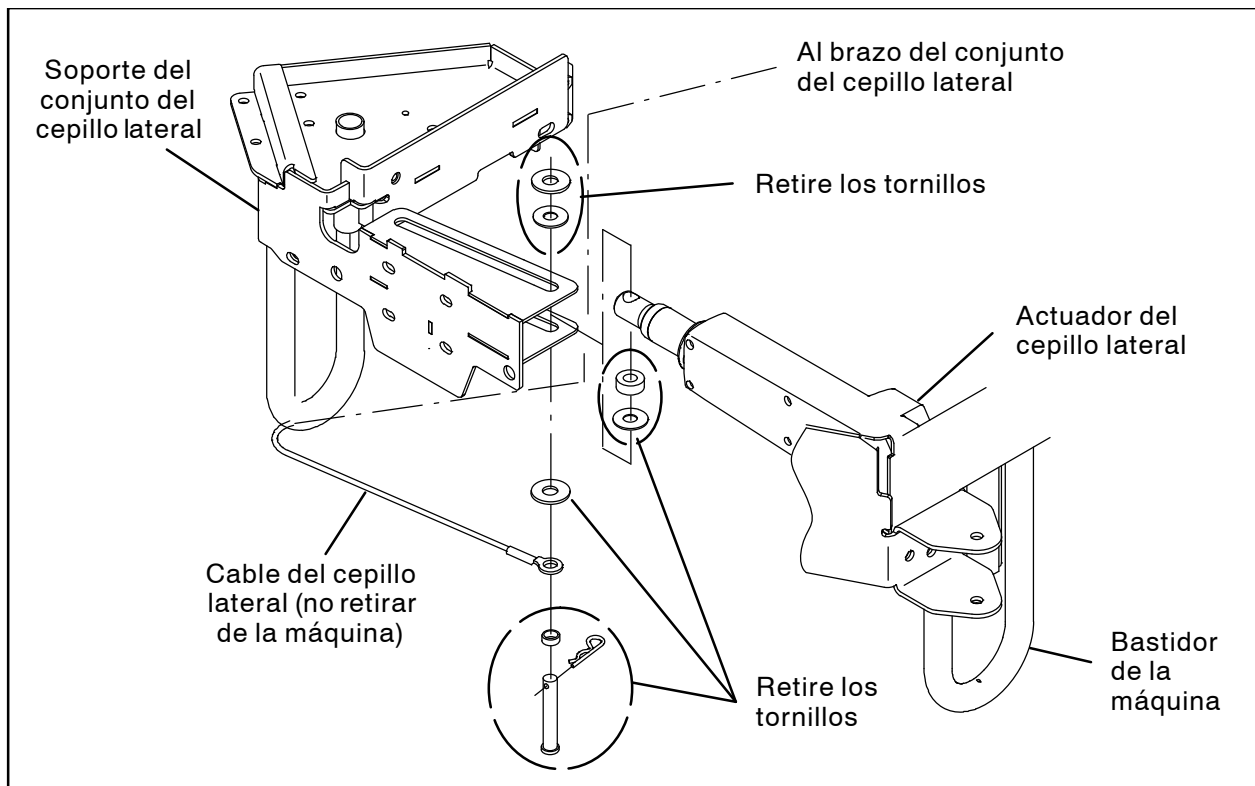
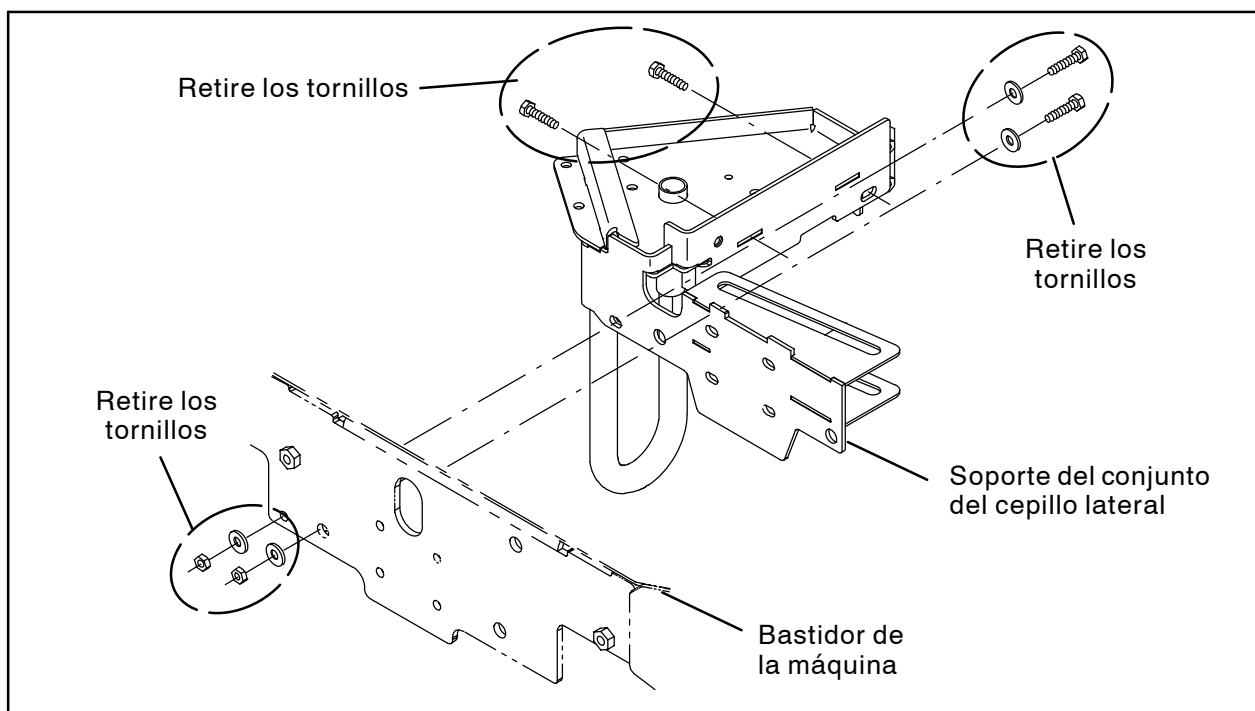

FIG. 2
FIG. 3
43. **Nur Maschinen mit Seitenbesen:** Montieren Sie die zuvor entfernten Seitenbesenkomponenten wieder an der Maschine. (Abb. 2 / Abb. 3)
3. **Máquinas equipadas únicamente con cepillo lateral:** desconecte el actuador del cepillo lateral del soporte del conjunto del cepillo lateral. (Fig. 2)
4. **Máquinas equipadas únicamente con cepillo lateral:** retire los tornillos que fijan el conjunto del cepillo lateral al bastidor de la máquina. (Fig. 3)